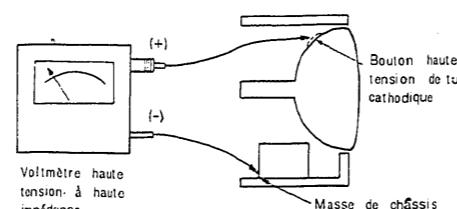

Fig. 1 Branchement du voltmètre haute tension
- Raccorder un voltmètre haute tension entre le bouton haute tension du tube cathodique et la masse de châssis en procédant comme représenté sur la figure 1.